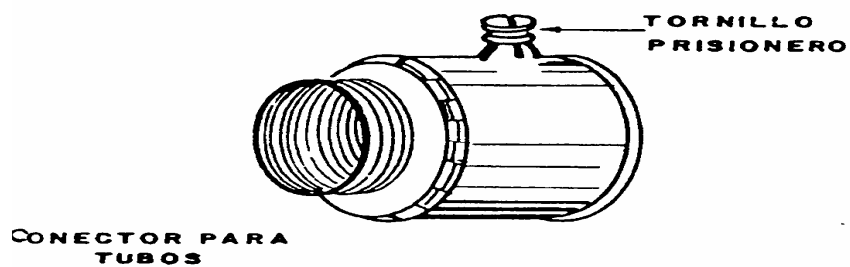

Fig. 3
- Debe emplearse conectores con fijación por medio de tornillos para los tubos. Fig.3